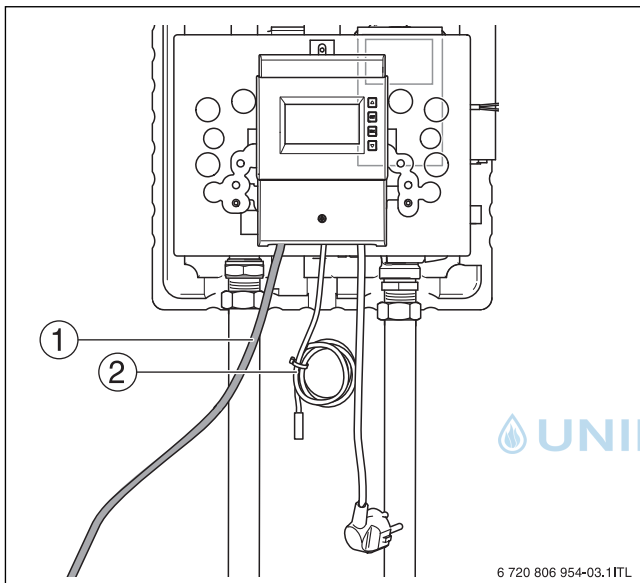

Bild 16 Kesseltemperaturfühler-Leitung anschließen
- ▶ Kesseltemperaturfühler mit der Kesselfühlerleitung (→ Bild 16, Seite 13, [1]) zum Kaminofen verbinden.